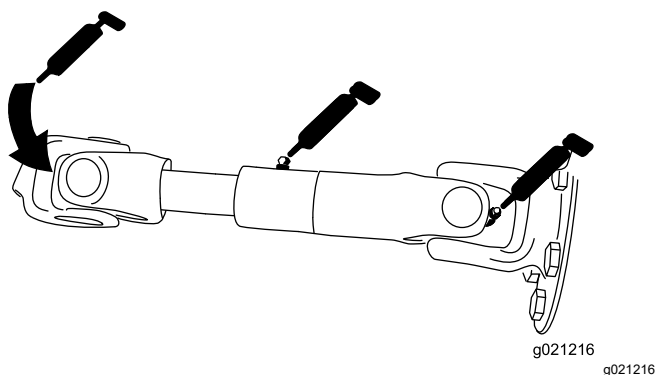

Figure 73
- Arbre d'entraînement de pompe (3) (Figure 73)